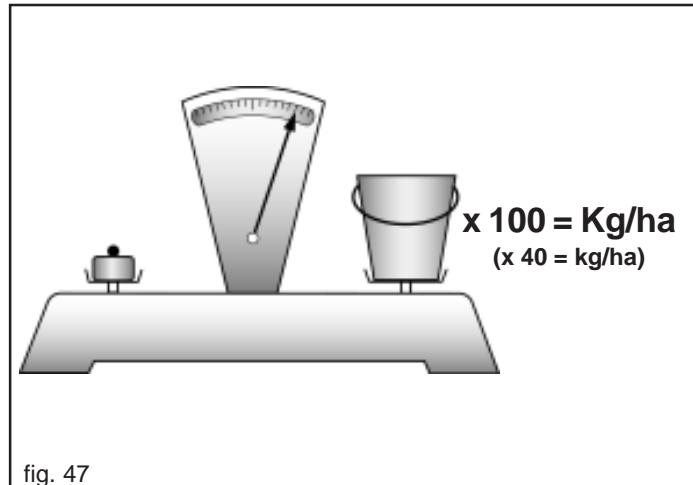

fig. 47
- 7) Die in den Sammelbehältern gesammelte Saatgutmenge wiegen und unter Bezug auf die durchgeföhrten Drehungen mit 100 oder 40 multiplizieren. Das Ergebnis ist die in Kilogramm pro Hektar ausgestreute Saatgutmenge (Abb. 47).